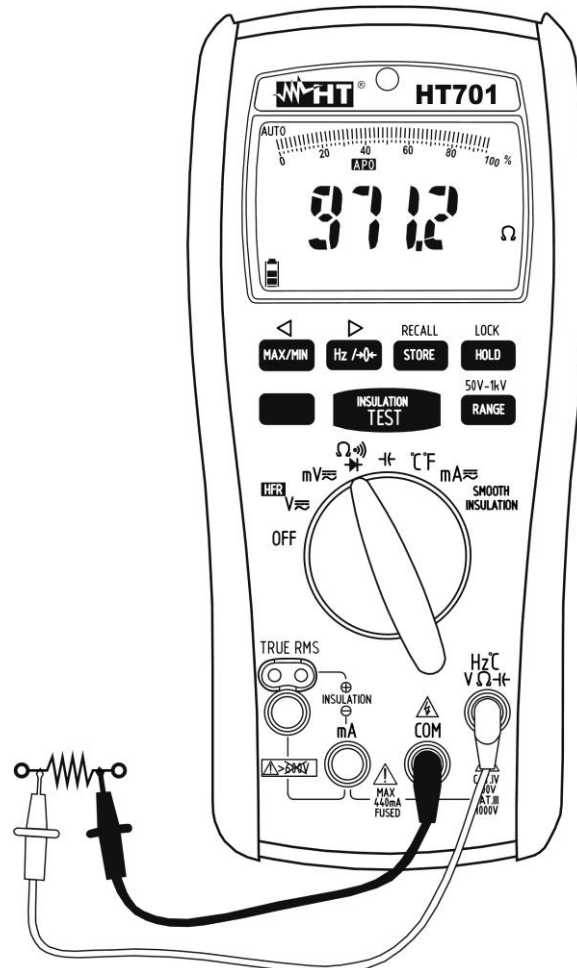

Fig. 6: Uso do instrumento para medir Resistências e Teste de Continuidade
3. Inserir o cabo vermelho no terminal de entrada **Hz°C V Ω Hz** e o cabo preto no terminal de entrada **COM** (consultar a Fig. 6).